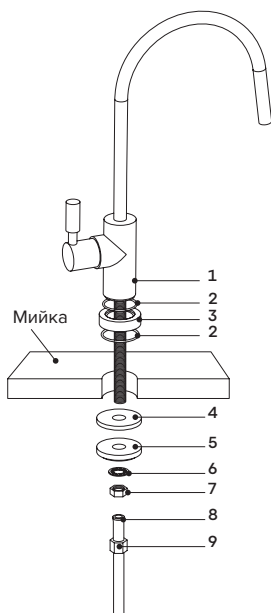

Рис. 4. Схема встановлення крана для чистої води
2. Надіньте на різьбовий хвостовик крана декоративну підставку (3) з двома гумовими ущільнювальними кільцями (2) (рис. 4).
3. Вставте хвостовик крана в просвердлений отвір. Під стільницею або раковиною надіньте на хвостовик гумову прокладку (4), пластикову (5) та металеву стопорну (6) шайби і наверніть кріпильну гайку (7).